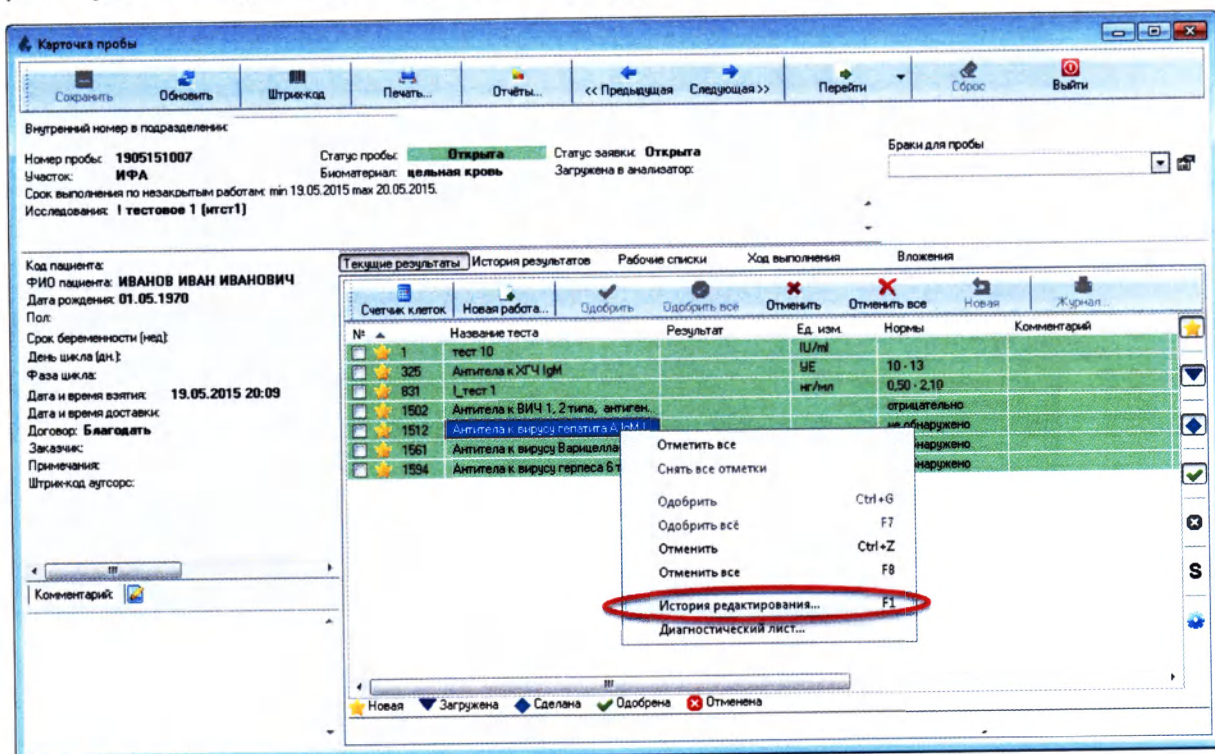

Рисунок 14.19
3. Щелкните по выбранной работе правой кнопкой мыши и в выпавшем списке выберите пункт «История редактирования» (F1) (Рисунок 14.19):